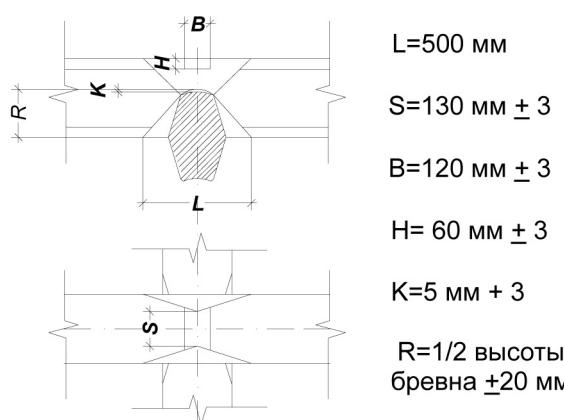

Рисунок 2.
1.3 Для обеспечения плотности прилегания в углах должна применяться рубка в "чашку" с затёсами и шипом. (см. Рис. 2), рубка в "лапу", "впотай" и другие виды соединений - согласно проектной документации.